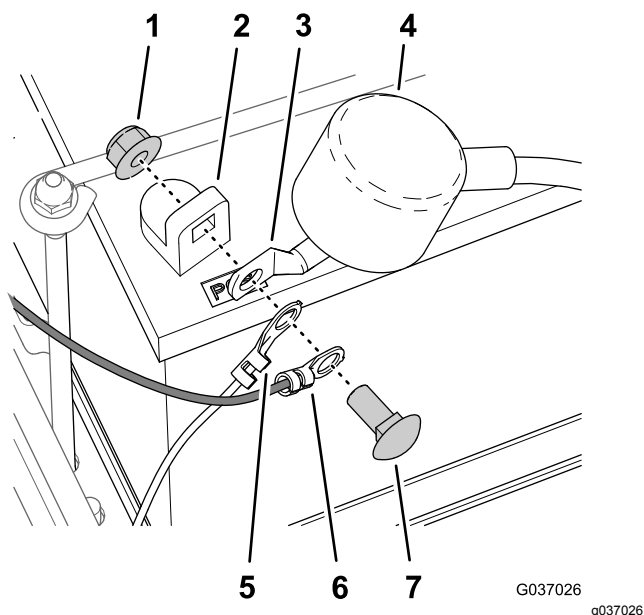

Рисунок 13
- Совместите круглую клемму жгута проводов машины, круглую клемму жгута проводов из комплекта и клемму положительного кабеля аккумуляторной батареи с положительным полюсным штырем аккумуляторной батареи (Рисунок 13).
- Прикрепите круглые клеммы и клемму кабеля к полюсному штырю аккумуляторной батареи (Рисунок 13) с помощью болта и гайки,
- Установите изоляционный колпачок на положительную клемму аккумуляторной батареи (Рисунок 13).